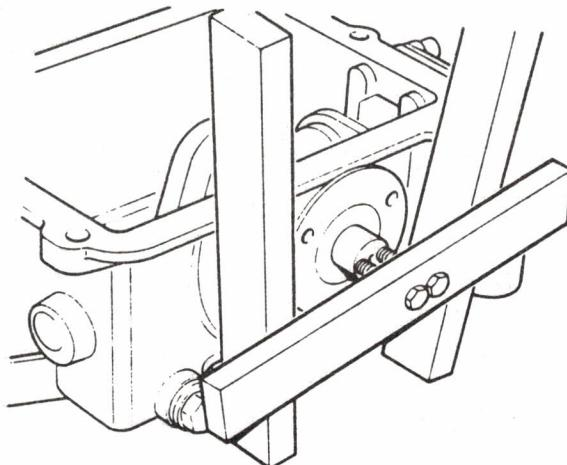

Bild 30 Exzenterwelle ausziehen
- Exzenterwelle und Kugellager aus dem Gehäuse entfernen. Dazu das Gehäuse mit einem Heißluftgerät erwärmen, bis die Exzenterwelle samt Kugellager herausgezogen werden kann, oder eine Hilfsvorrichtung, wie in Bild 30 dargestellt, verwenden. Die Keilriemenscheiben-Befestigungsschrauben gleichmäßig eindrehen, bis das Kugellager frei ist.